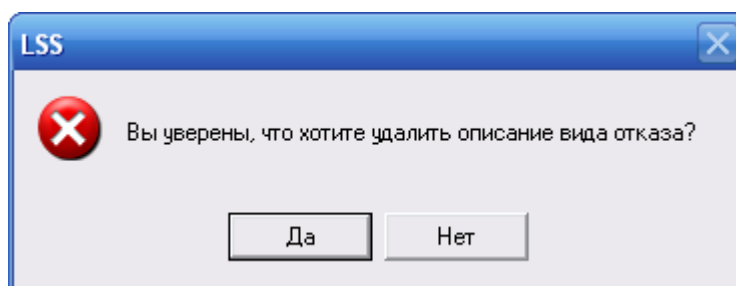

Рис. 7-39
6. Если вид отказа не имеет причинно-следственных связей, необходимо подтвердить его удаление (рис. 7-39). При нажатии на кнопку **Да** вид отказа будет удален.